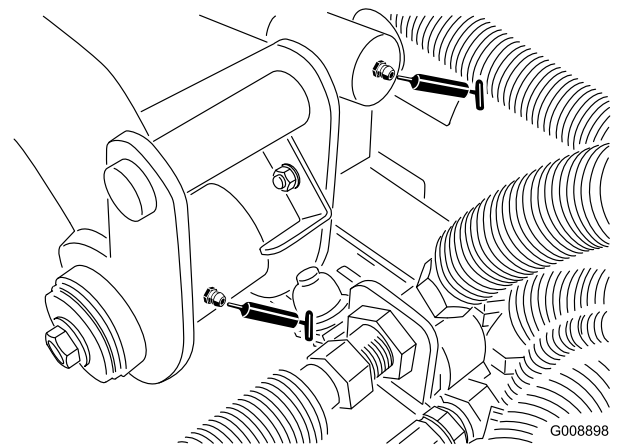

図 33
- ・ 後昇降アームのピボット昇降シリンダ（2ヶ所）（図 33）